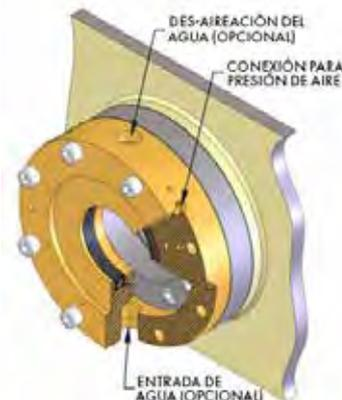

Figura 9: Puertos de ventilación y entrada de agua localizado en la carcasa del conjunto estacionario - Detalles
1. Suministro de agua a la carcasa del conjunto estacionario del sello- Recomendado para operar en condiciones de temperatura elevadas (aguas cálidas por encima de 35°C/95°F) y/o en operaciones de agua azul limpia (en el océano). Use los puertos de agua en la carcasa del conjunto estacionario del sello (mostrados en la figura 9) para ajustar las conexiones de agua.